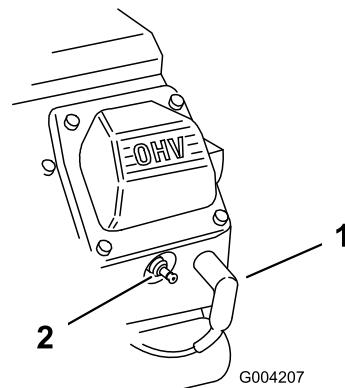

Figura 50
- Desconecte los cables de las bujías (Figura 50).
3. Conecte los cables a las bujías (Figura 50).